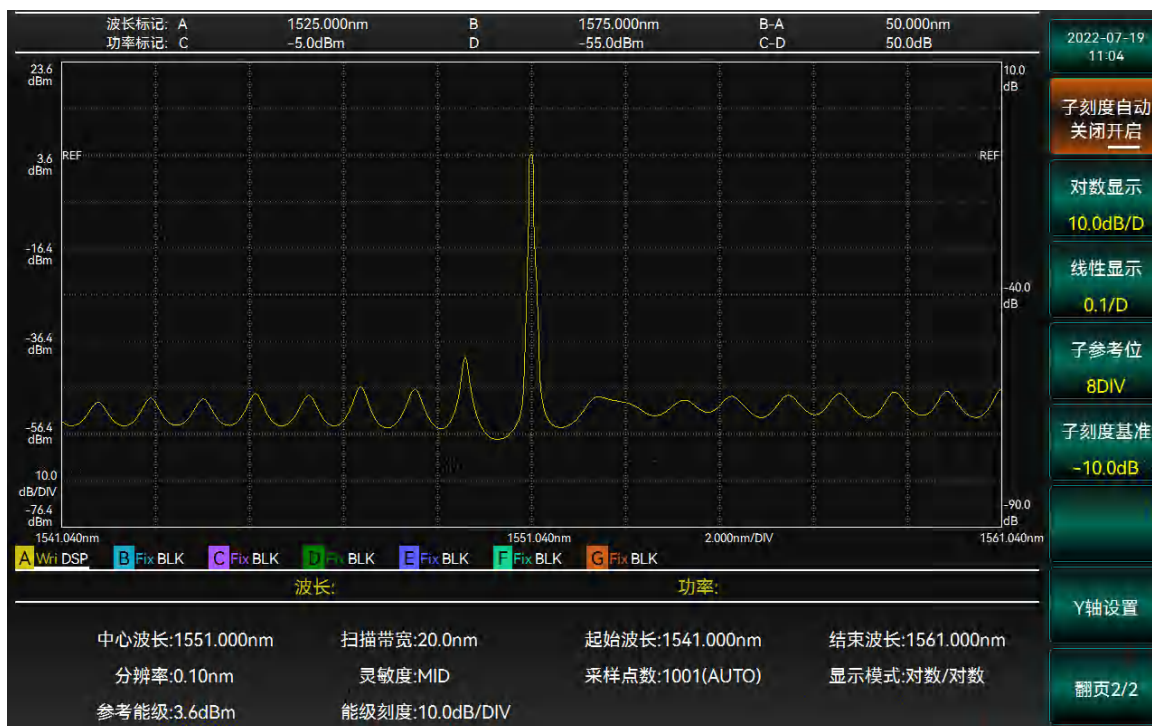

图 3-22 设置子参考能级界面
2. 选择【子参考】，通过旋钮或者数字键输入子参考值，完成设置，操作界面如图 3-22 所示。